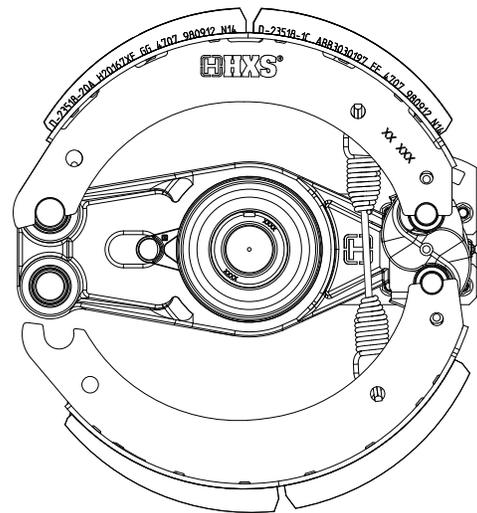

Figura 48: Zapata de freno inferior en leva-S
8. **Coloque** el rodillo de la zapata de freno inferior en la leva-S (Figura 48).